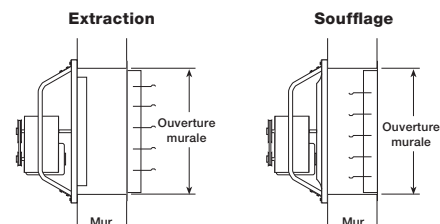
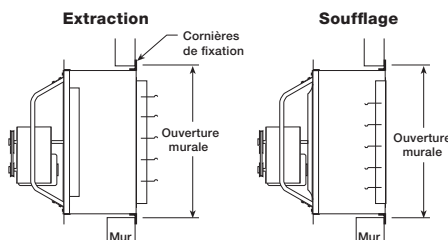

Figure 3 — Pose murale directe
Figure 4 — Pose avec manchon mural
1. Amener le ventilateur à l'emplacement souhaité et déterminer par quelle méthode il doit être posé comme indiqué sur les Figures 3, 4, 5 et 6 aux pages 4 et 5. Le manchon mural en option (Figure 4), le manchon mural et la grille (Figure 5) ou le caisson mural (Figure 6) constituent des moyens pratiques de pose murale des ventilateurs.
3. La Figure 3 montre l'ouverture murale conseillée pour les poses murales directes.
4. La Figure 4 montre l'ouverture murale requise pour les poses avec un manchon mural.